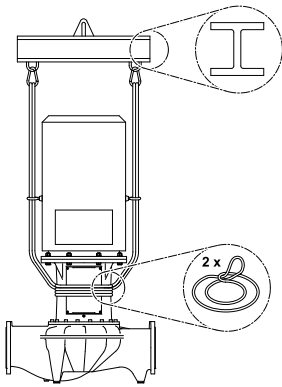

Fig. 32: Pripevnenie slučky
- Pri nadvíhovaní pomocou žeriava musí byť čerpadlo ovinuté vhodným remeňom podľa obrázka (Fig. 32/33). Čerpadlo vložte do slúčiek, ktoré sa zatiahnu vlastnou hmotnosťou čerpadla.